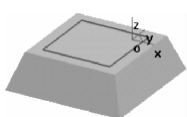

图 3-114 裁剪和删除后的草图
(4)单击按钮,在立即菜单默认的方式下,拾取直线上所要裁剪的线段。单击按钮,拾取四条边界线后右击,将四条边界线删除,作图结果如图 3-114 所示。